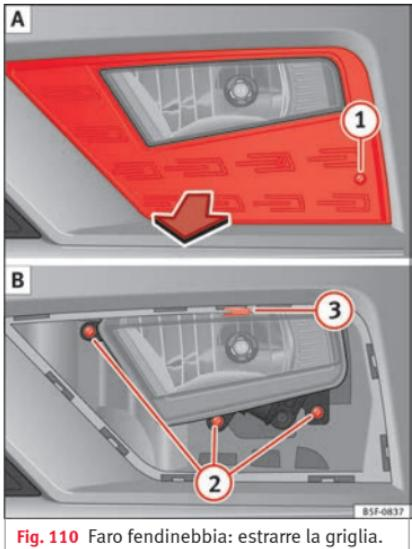
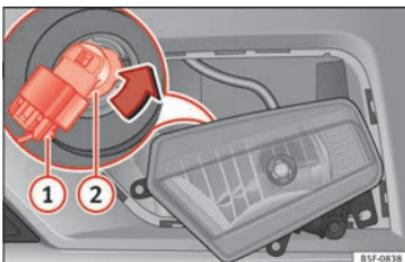

Fig. 110 Faro fendinebbia: estrarre la griglia.
Fig. 111 Faro fendinebbia: smontaggio del supporto lampade
1. Rimuovere la vite »fig. 110 ① [A] della griglia del faro fendinebbia servendosi di un cacciavite ed estrarre la griglia.
2. Rimuovere le 3 viti »fig. 110 ② [B].
3. Rimuovere la gratta metallica situata nella parte superiore del faro fendinebbia tirando verso l'esterno del veicolo ③ [B] ed estrarre il faro fendinebbia.
4. Estrarre il connettore »fig. 111 ① dalla lampada.
5. Ruotare il portalampada ② verso sinistra e tirare.